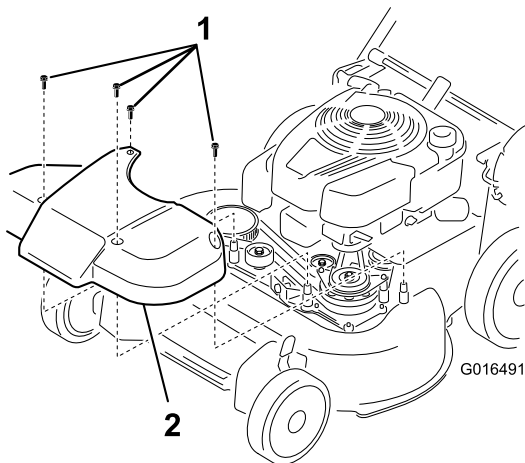

Figure 39
- Déposez le couvercle du système d'entraînement des lames (Figure 39).